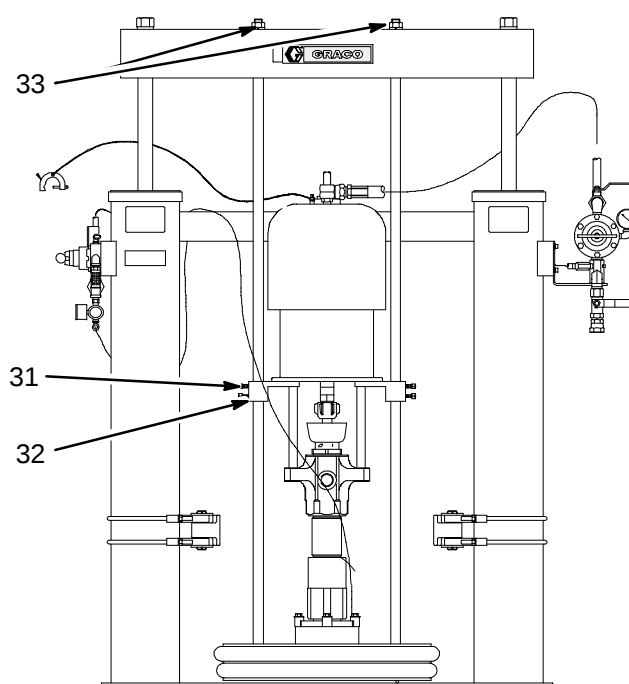

Fig. 11
7. Desserrer les vis de fixation de la pompe (31), puis démonter les supports de la pompe (32) (voir la Fig. 11).
8. Démonter les 2 boulons (33) vissés en haut des tiges du plongeur.